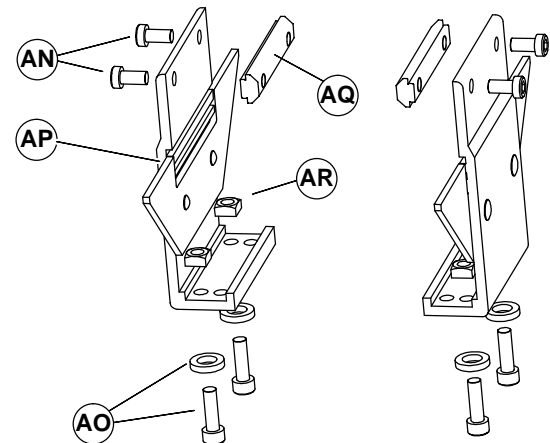
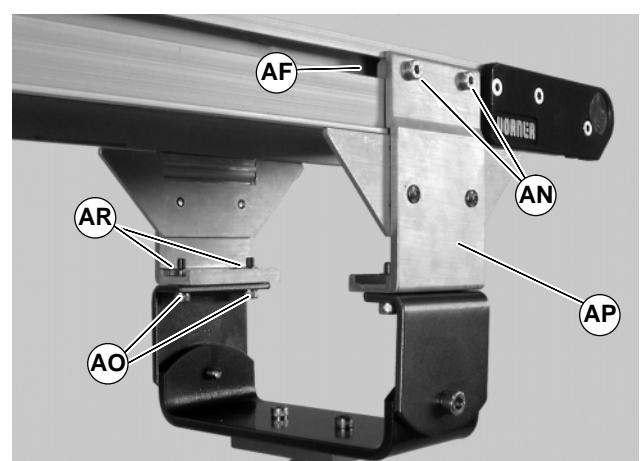

Figure 27
Figure 28
- Bauteile zusammentragen (Abbildung 27).
- Schrauben (AN u. AO siehe Abbildung 27), Muttern (AR) und Nutensteine (AQ) von den Trägern entfernen (AP).
- T-Muttern (AQ siehe Abbildung 27) in die Seitenschlitze (AF siehe Abbildung 28) am Förderband einsetzen. Installationsträger (AP) mit Montageschrauben (AN) am Förderband befestigen.